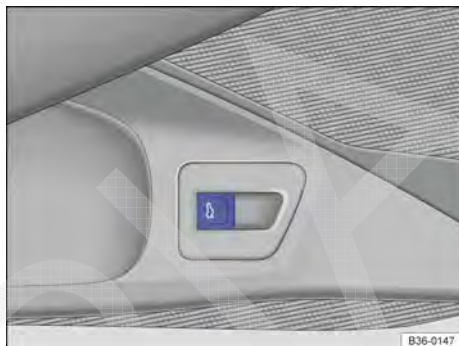

Fig. 90 Na porta do condutor: botão de destravamento da tampa do compartimento de bagagem.
- OU: na porta do condutor, puxar o botão para cima → Fig. 90. No caso do Passat, a tampa do compartimento de bagagem se abre automaticamente. O botão também funciona com a ignição desligada.
- **OU:** puxar o botão  → Fig. 90 da porta do condutor para cima. O botão também funciona com a ignição desligada. ▶
- **OU:** puxar o botão  → Fig. 90 da porta do condutor para cima.